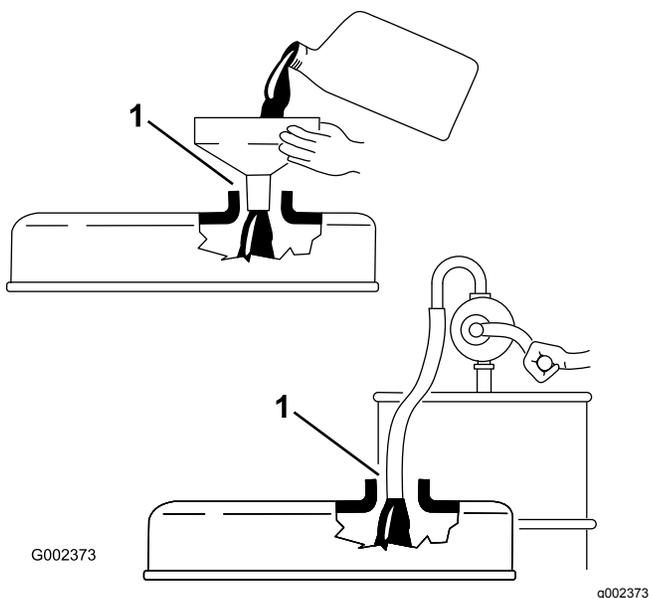

Figure 24
**Important:** Prenez soin de retirer la jauge lorsque vous faites le plein d'huile moteur. Lorsque vous faites l'appoint ou le plein d'huile moteur, il est *indispensable* de maintenir un espace entre le dispositif de remplissage et le trou de remplissage d'huile dans le couvre-culasse, comme montré à la **Figure 24**. Cet espace est nécessaire pour assurer l'aération pendant le remplissage et empêcher l'huile de déborder dans le reniflard.